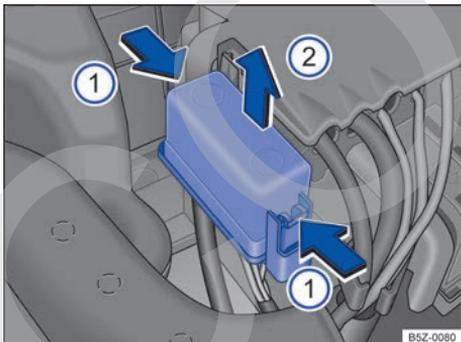

Fig. 151 En el compartimento del motor: cobertura de la caja de fusibles.
- Presionar las trabas en el sentido de la flecha , para desbloquear la cobertura de la caja de fusibles → **fig. 151**.